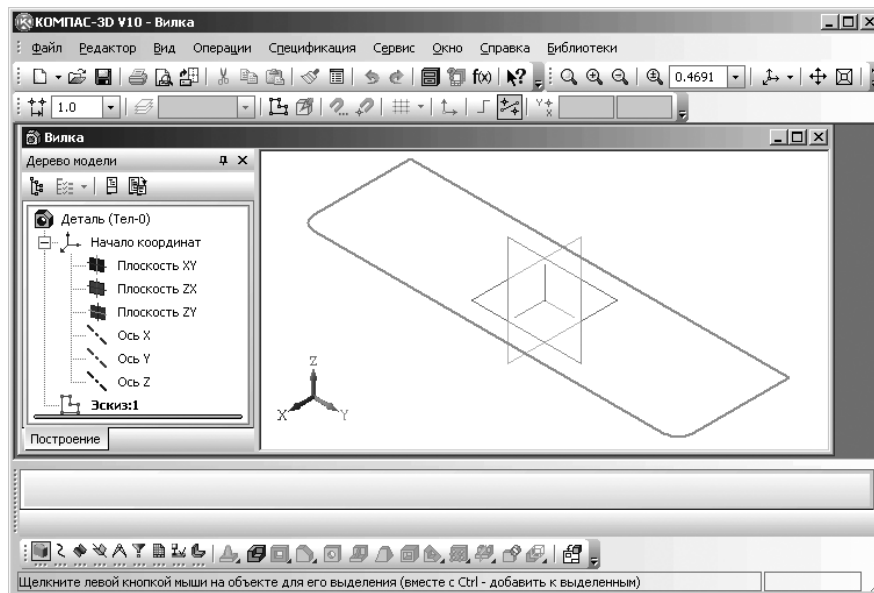

Рис. 3.37. Окно модели в режиме создания половины основания вилки
- нажмите на функциональную клавишу **F9** для показа всего эскиза. Окно модели в этом состоянии показано на рис. 3.37;